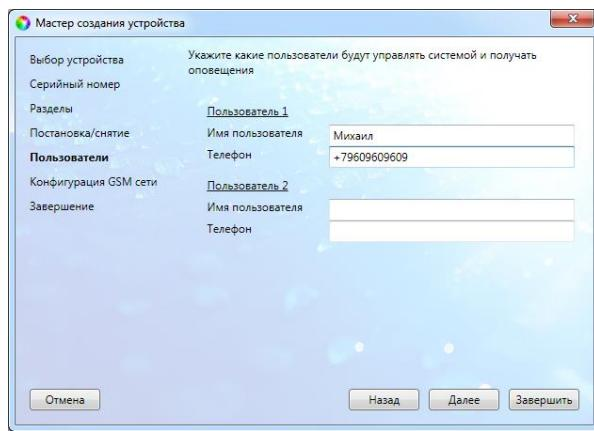

Рис. 5.7. Окно Разделы
10. В следующем окне *Разделы* выберите необходимое количество разделов (рис. 5.7).